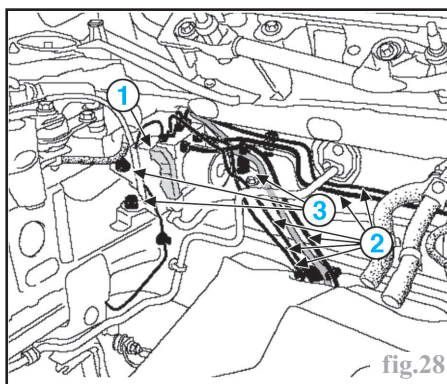

fig.28
- Débrancher le connecteur du calculateur ABS (1) (fig.28).
- les six tuyaux de frein du bloc hydraulique (2),